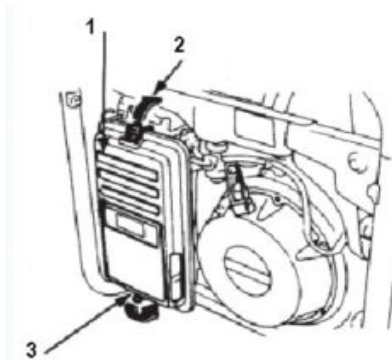
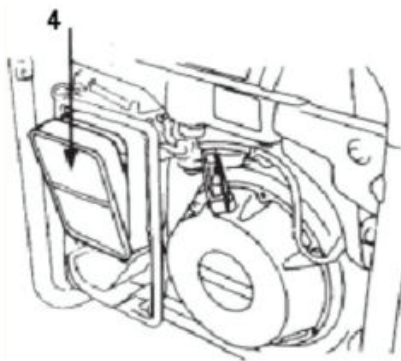

Рис. 6. Снятие воздушного фильтра
Рис. 7. Снятие фильтрующего элемента
8.7.1. Отстегнуть зажимы (2, 3) крышки воздушного фильтра (1), см. рис. 6, снять крышку и достать фильтрующий элемент (5), см. рис. 7.